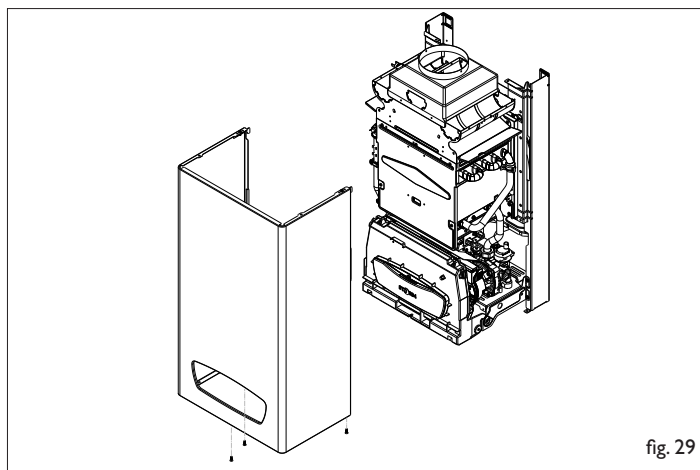

fig. 29
- Accedere ai componenti interni rimuovendo il mantello (fig. 29)